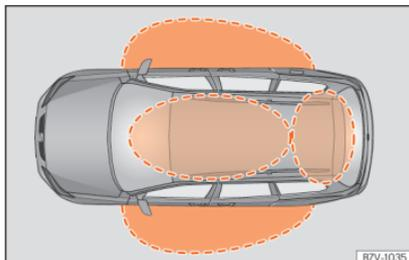
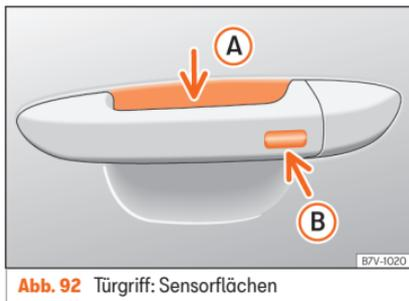

Abb. 91 Keyless Access: Näherungsbereiche.
Abb. 92 Türgriff: Sensorflächen
» Abb. 92
Keyless Access ist ein schlüsselloses Start- und Schließsystem, mit dem das Fahrzeug ohne aktive Fahrzeugschlüsselbenutzung ent- bzw. verriegelt werden kann. Dazu müssen sich lediglich ein gültiger Fahrzeugschlüssel im Erkennungsbereich für den Zugang zum Fahrzeug befinden » **Abb. 91** und eine der Sensoren an den Türgriffen berührt werden » **Abb. 92** » **!**
Wenn sich ein gültiger Fahrzeugschlüssel in einem Näherungsbereich » **Abb. 91** befindet,
- Umfassen Sie den Türgriff. Dabei wird die Sensorfläche »» **Abb. 92 (A)** (Pfeil) im Türgriff berührt und das Fahrzeug entriegelt sich.
- Berühren Sie *einmal* die Sensorfläche »» **Abb. 92 (B)** (Pfeil) am Türgriff. Die Tür, an welcher der Griff betätigt wird, muss geschlossen sein.
- Berühren Sie *einmal* die Sensorfläche »» **Abb. 92 (B)** (Pfeil) am Türgriff. Das Fahrzeug ist mit der „Safe“ »» **Seite 114**-Sicherheitssystem verriegelt. Die Tür, an welcher der Griff betätigt wird, muss geschlossen sein.
- Berühren Sie *zweimal* die Sensorfläche »» **Abb. 92 (B)** (Pfeil) am Türgriff, um das Fahrzeug ohne das Sicherheitssystem „Safe“ zu verriegeln »» **Seite 114**.
Wenn sich ein gültiger Fahrzeugschlüssel in der Nähe »» **Abb. 91** der Heckklappe befindet, entriegelt die Heckklappe beim Öffnen des verriegelten Fahrzeugs automatisch.
- Berühren Sie die Schließaste  auf dem Funkschlüssel und berühren Sie einmal innerhalb von 5 Sekunden die Verriegelungssensorfläche am Fahrertürgriff »» **Abb. 92 (B)**. Greifen Sie nicht am Türgriff, da sich das Fahrzeug sonst nicht verriegelt. Die Deaktivierung
Um mit der **Komfortfunktion** alle elektrischen Seitenfenster und das Panorama-Schiebedach zu schließen, legen Sie einige Sekunden einen Finger auf die Verriegelungssensorfläche » » **Abb. 92** (Pfeil) am Türgriff, bis die Seitenfenster und das Dach geschlossen sind.
Schlüssel in der Nähe befindet. Ist mindestens eines der elektrisch betriebenen Seitenfenster geöffnet und wird die Sensorfläche » » **Abb. 92** (Pfeil) an einem der Türgriffe permanent aktiviert, schließen sich alle Fenster.